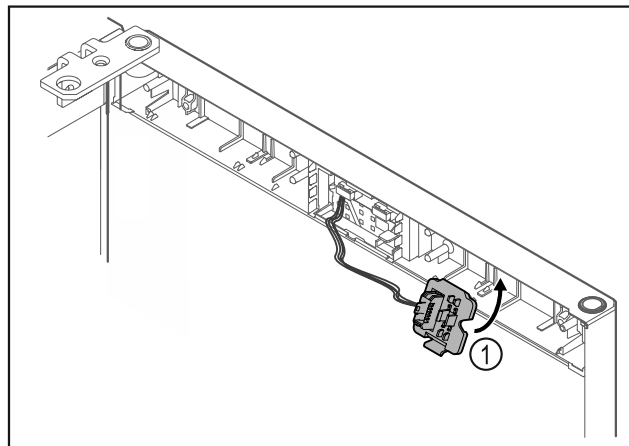

Fig. 23
- Fikseerige pistikuhoidik Fig. 23 (1) vastasküljel.